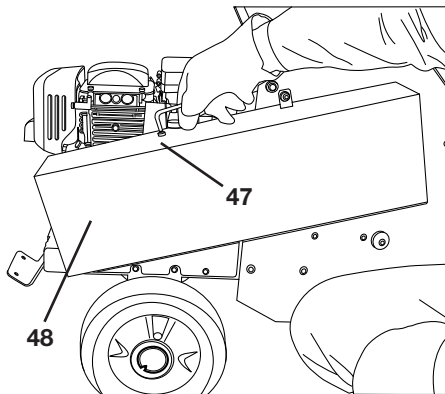

Bild 39
- Riemenschutzhaube (48) wieder aufsetzen und Schraube und Mutter (47) festziehen (siehe „Bild 39 und 40“).